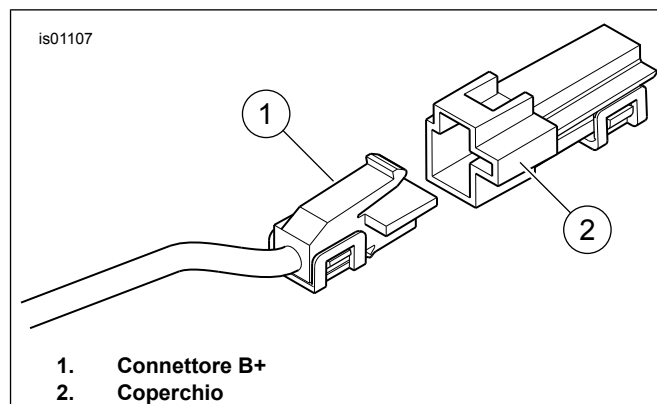

Figura 20. Connettore B+
1. Vedere Figura 20. Individuare il connettore B+ (positivo della batteria) (1) (un filo rosso con un connettore grigio non utilizzato) sul cablaggio elettrico principale. Togliere il coperchio (2) dal connettore.